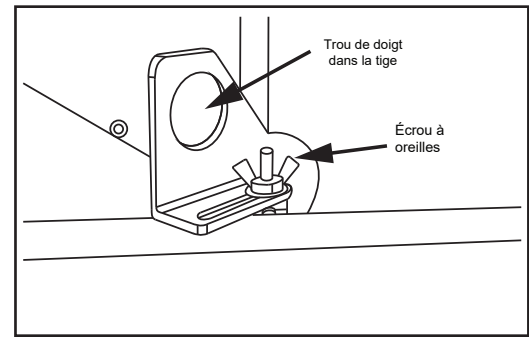

Figure 11.2
1. Desserrez l'écrou à oreilles. **Figure 11.2.**